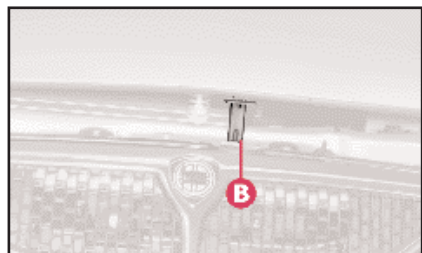

fig. 81
- 2) Sollevare la levetta **B** (fig. 81).